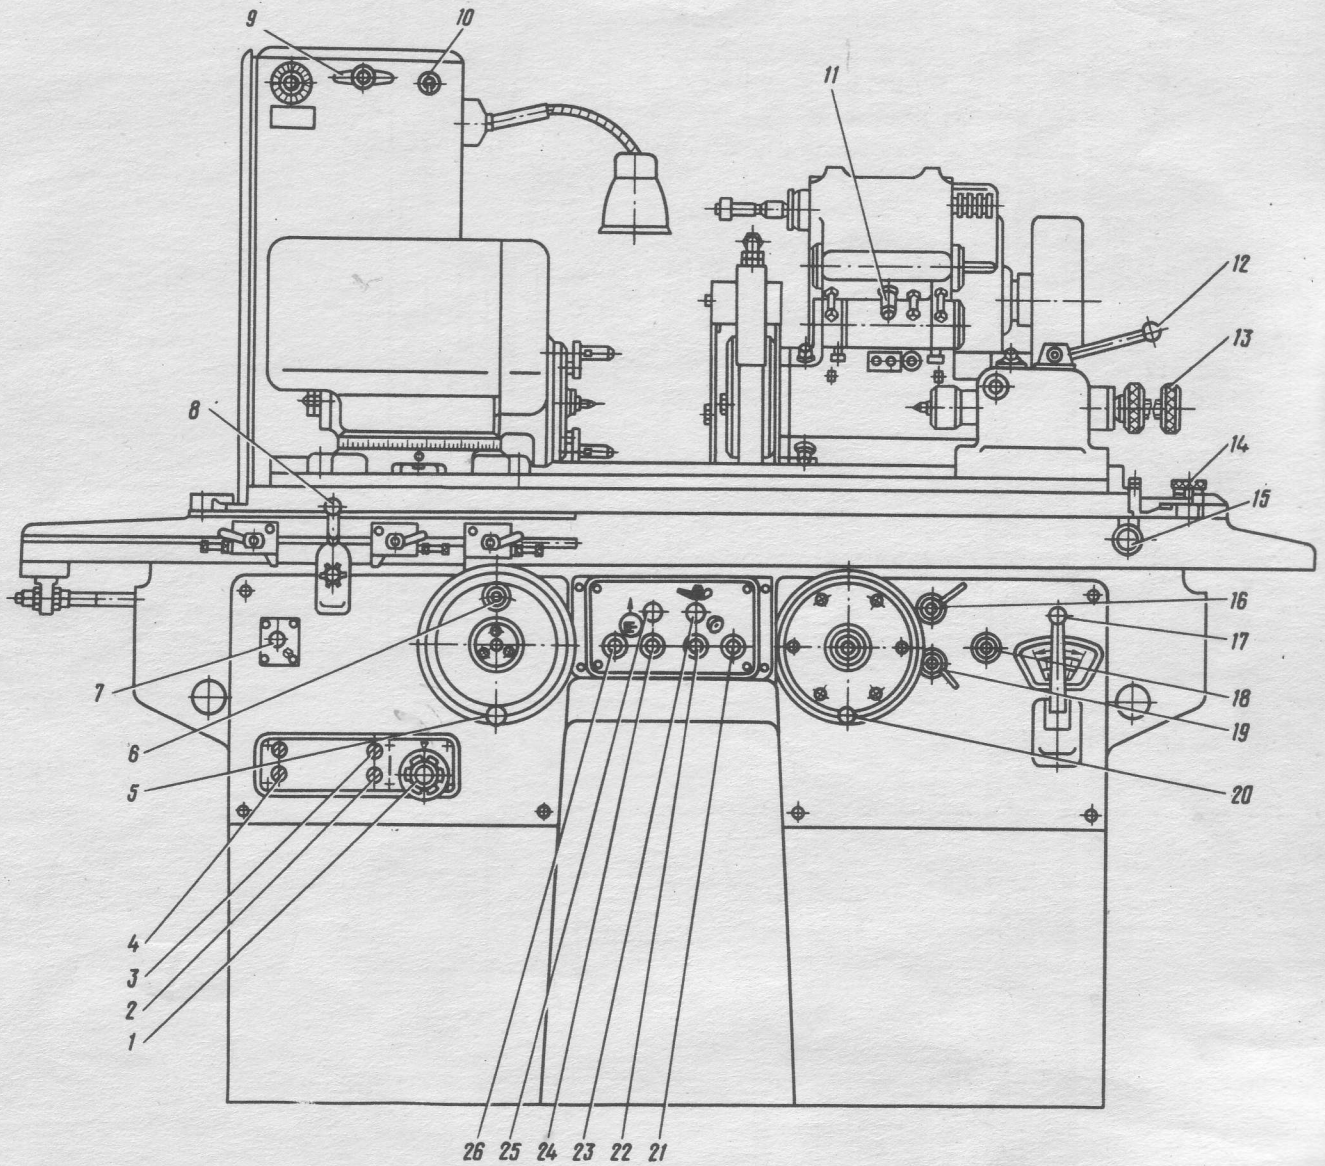

Рис.2. Расположение органов управления на станке и табличек символов
1.3.1. Общий вид с обозначением органов управления (рис.2)
Номер позиции на рис.2	Органы управления и их назначение